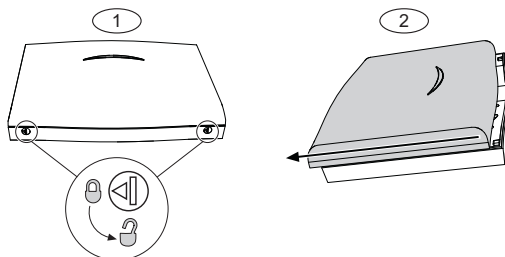

Bild 3.1 Entfernen des wLSN Diversity Hubs vom Gehäuseboden
1. Entsperrn Sie die Verriegelungsmechanismen an der Unterseite des Hubs. Siehe *Bild 3.1*.
2. Um den Hub vom Gehäuseboden zu entfernen, drücken Sie den Hub vorsichtig nach unten und schieben Sie ihn vom Boden weg. Siehe *Bild 3.1*.